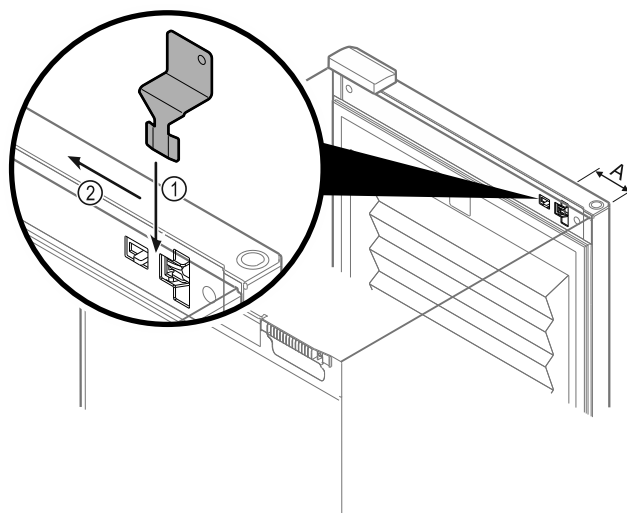

Fig. 133
- Noodontgrendelingssleutel op de betreffende positie positioneren Fig. 133 (A) ≈ 100 mm.
- Noodontgrendelingssleutel Fig. 133 (1) tussen deur en apparaatcorpus van bovenaf tot aan de aanslag insteken.
- Noodontgrendelingssleutel in de richting van het scharnier trekken. Fig. 133 (2)